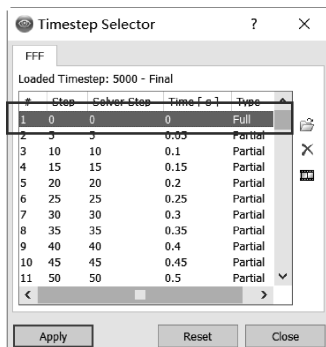

图 11-35 选择时间步
(1) 选择时间步：在工具栏中单击【Tools】→【Time Step Selector】，从弹出的对话框中选择第一个时间步，然后单击【Apply】，如图 11-35 所示。